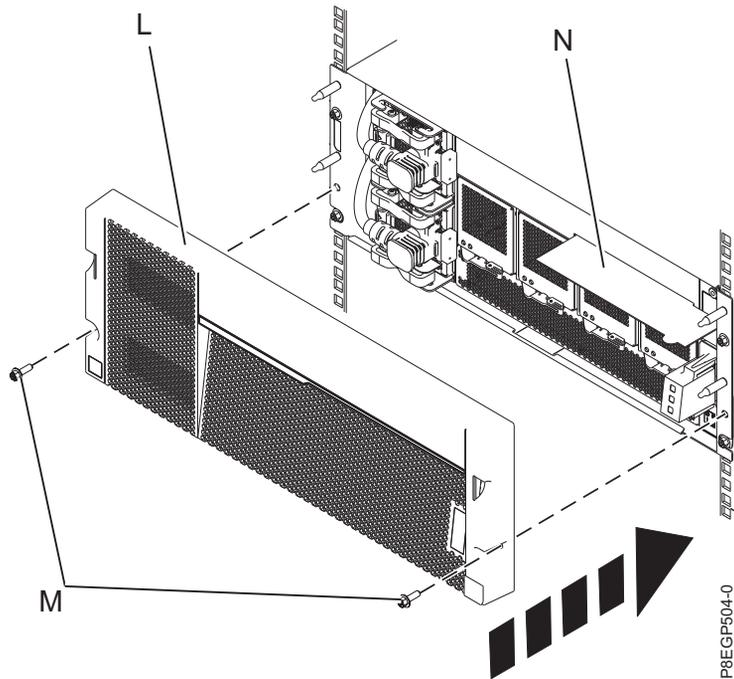

Figura 9. Colocación de la cubierta y de la tarjeta de información de servicio
7. Coloque la cubierta **(L)** en el cajón. Presione la cubierta en su lugar fijándola con los dos tornillos M5 **(M)** en los rieles de la derecha y de la izquierda. Consulte la Figura 9 en la página 11.
8. Inserte la tarjeta de información (N) en la ranura de la cubierta.